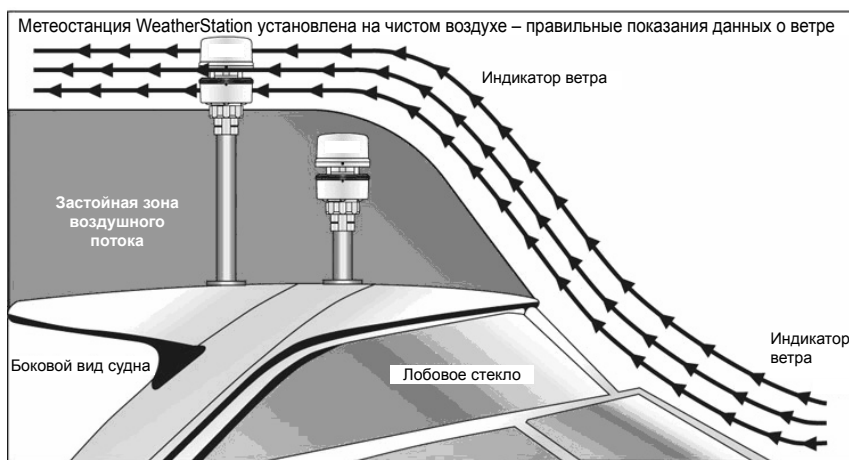

Рисунок 12. Место установки на судне/автомобиле (на рисунке – судно).
- Проверьте место установки метеостанции WeatherStation. Возможно, она установлена в застойной зоне воздушного потока. Передвиньте ее назад и выше (см. рисунок 12).